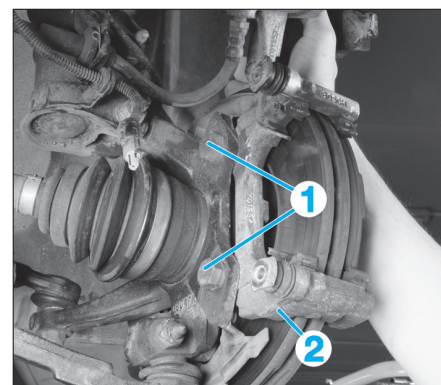

Fig. 7
- Déposer les vis de fixation (1) (Fig.7).